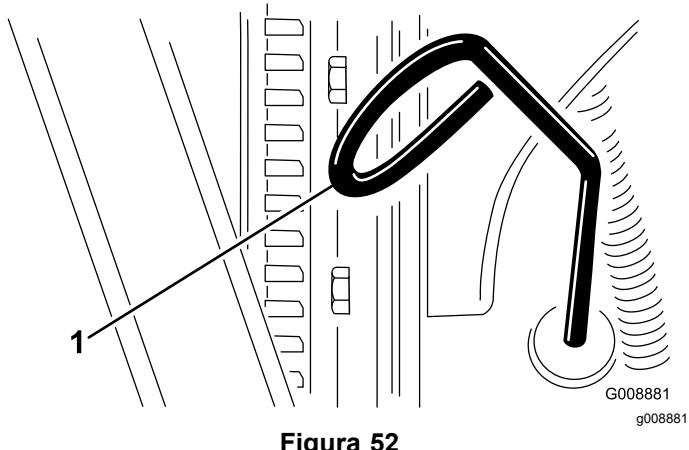

Figura 52
3. Togliete l'asta di livello, pulitela strofinandola, rimettetela nel tubo ed estraetela di nuovo. Il livello dell'olio deve essere tra la tacca PIENO e quella AGGIUNTA (Figura 52).
4. Se il livello dell'olio è basso, rimuovete il tappo di riempimento e aggiungete olio fino a quando il livello non è compreso tra la tacca di PIENO e quella di AGGIUNTA (Figura 52).